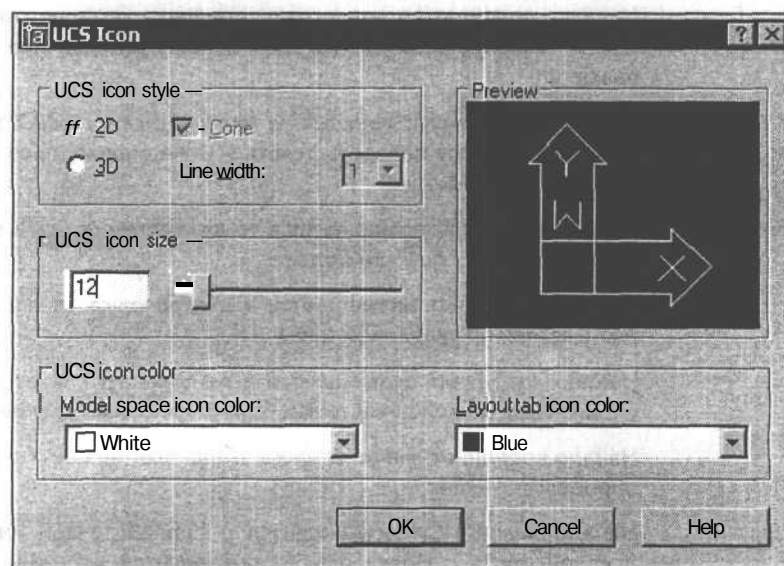

Рис. 14.2. Диалоговое окно настройки пиктограммы пользовательской системы координат
В начале любой UCS (ПСК) можно поместить пиктограмму системы координат. Имеется возможность управлять типом изображения и размерами пиктограммы при помощи диалогового окна **UCS Icon** (Знак ПСК) (рис. 14.2).
3. В появившемся диалоговом окне **UCS Icon** (Пиктограмма ПСК) (рис. 14.2) выберите плоскую или трехмерную пиктограмму ПСК и настройте ее размеры.